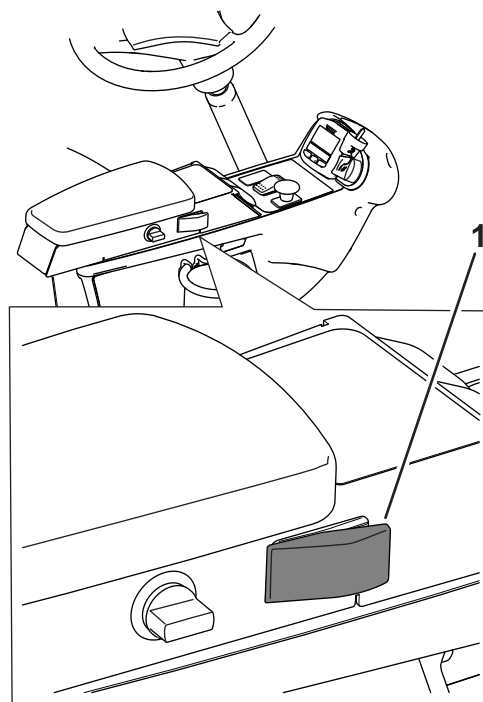
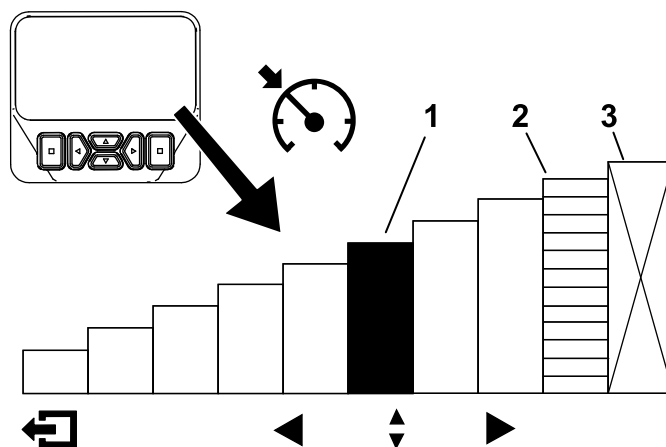

Figure 30
Figure 31
Après avoir activé la commande du régulateur de vitesse et programmé la vitesse (Figure 30), utilisez l'InfoCenter pour régler la vitesse du régulateur de vitesse (Figure 10 et Figure 31).
1. Placez la commande du régulateur de vitesse en position activée sur la console (Figure 30).
2. Utilisez l'affichage de l'InfoCenter pour régler la vitesse du régulateur de vitesse (Figure 31).